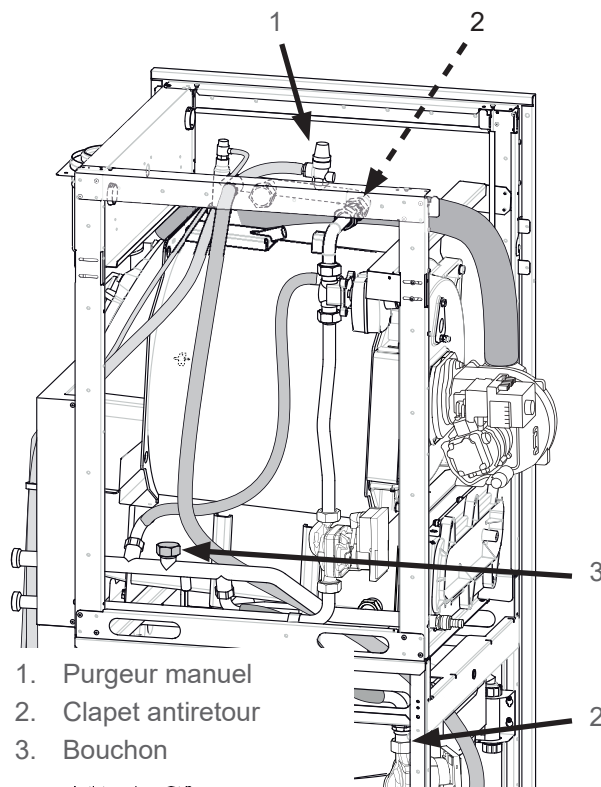

fig. 22 - Purgeur et clapets antiretour
- Débrayer le(s) clapet(s) antiretour (*fig. 22 et fig. 21*).
- Si nécessaire, dégazer au niveau du bouchon de la tuyauterie retour chauffage "circuit 1" (rep. 3, *fig. 22*).
- Purger le corps de chauffe (rep. 1, *fig. 22*).